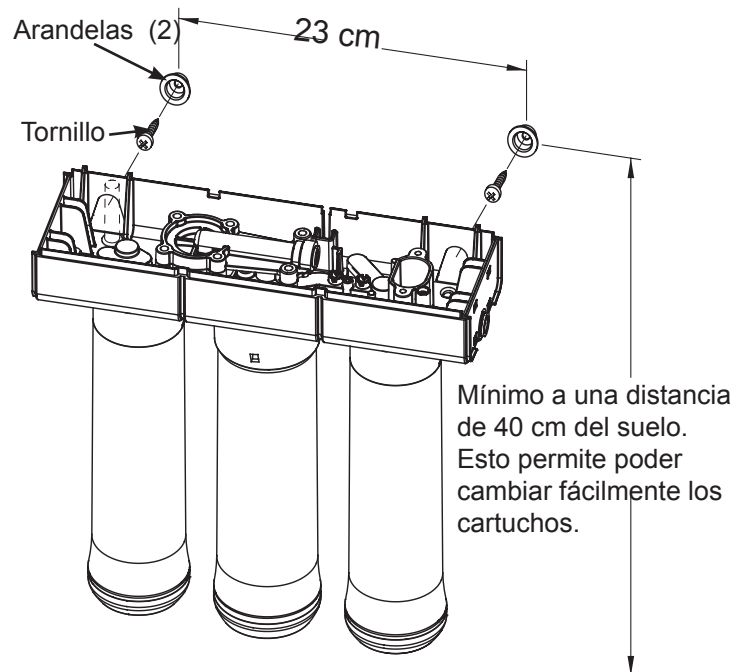

FIG. 10
El equipo de ósmosis inversa se instala con ayuda de arandelas de fijación. Cf Fig. 10. Las arandelas de fijación permiten retirar los filtros de las arandelas sin desmontar todo el sistema.
2. Localizar los orificios de montaje en la parte trasera de la unidad. Cf Fig. 10.